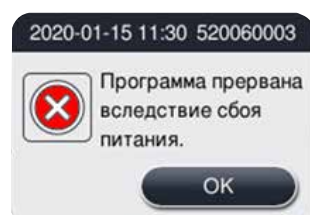
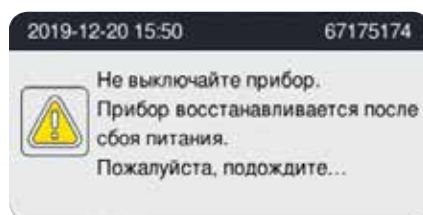

Рис. 72
Рис. 73
После восстановления питания отображаются два сообщения, (→ "Рис. 72") и (→ "Рис. 73").
- Нажмите кнопку ОК на (→ "Рис. 72") для подтверждения. Не выключайте питание инструмента до исчезновения (→ "Рис. 73"). Подождите, пока инструмент не восстановится и не появится новое сообщение, инструктирующее пользователя удалить образцы. Переместите образцы в соответствующий безопасный реагент. Подтвердите и закройте сообщение.
- Если операции не будут выполнены на (→ "Рис. 72") в течение 5 минут после восстановления электропитания, инструмент начнет восстановление автоматически. Затем образцы будут защищены путем заполнения реторты безопасным реагентом. Когда пользователь возвращается к инструменту, безопасный реагент можно слить, а образцы — удалить в соответствии с сообщениями на экране.
При отображении сообщения (→ "Рис. 73") не выключайте инструмент, пока сообщение не исчезнет.